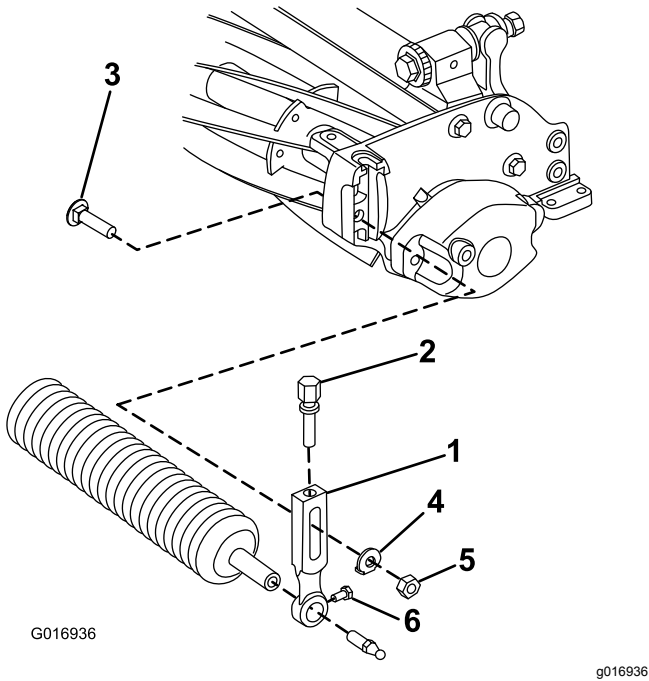

图3
- 卸下将其中一个剪草高度臂固定至滚刀组侧板的防松螺栓、垫圈及凸缘螺母图3。
2. 旋松剪草高度臂上的滚筒安装螺丝图3。
3. 将滚筒轴滑入滚刀组另一端上的剪草高度臂中图3。
4. 将剪草高度臂滑到滚筒轴上图3。
5. 用之前卸下的剪草高度臂和紧固件将滚筒松松地固定到滚刀组上图3。
7. 拧紧滚筒安装螺丝图3。